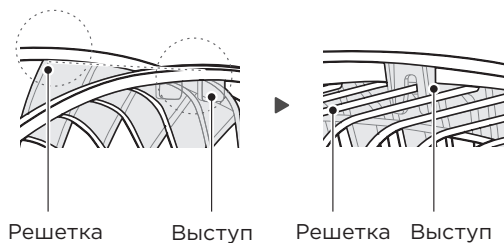

Рис.8
- 4** Убедитесь, что обод зацеплен выступами за края передней решетки. Затем зацепите выступ обода сверху за край задней решетки.(Рис. 8)